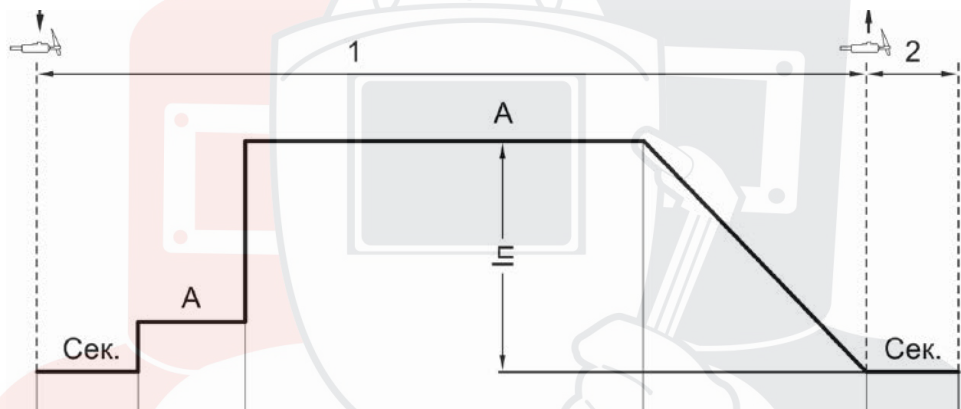

Рис. 7.4.3. Режим работы SPOT.
**Режим SPOT** рекомендуется использовать при сборке металлоконструкций и сварке коротких швов с одинаковой длиной (См. рис. 7.4.3, см. раздел 9.14).